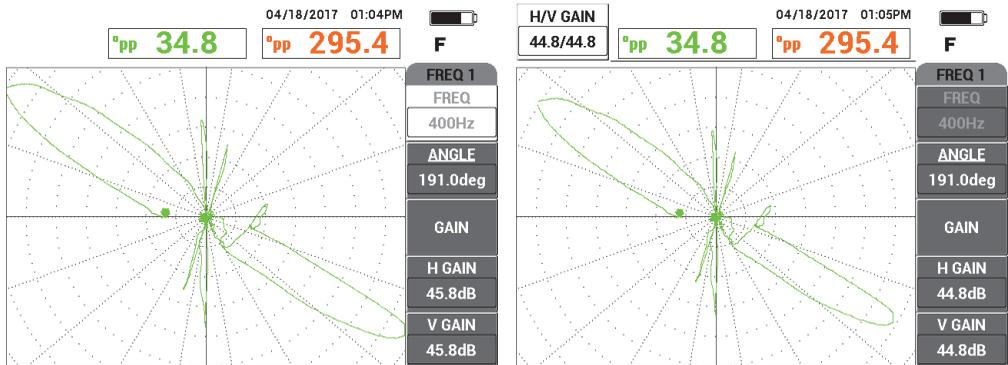

Figura 5-198 Señal de arandela de soporte enganchada (*izquierda*) y con la ganancia ajustada (*derecha*)
8. Ajuste la señal de la arandela de soporte de manera que no se encuentre enganchada a la pantalla (de 8 a 9 divisiones mayores) [vea la Figura 5-198 en la página 291].